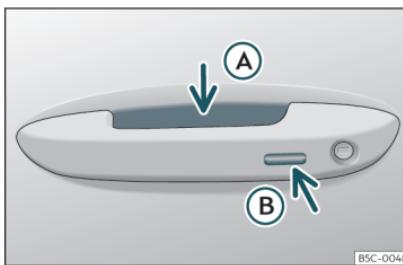

Fig. 81 Manecilla de la puerta: superficies sensoras
»» fig. 81
- Empuñe la manecilla de una de las puertas delanteras. Al hacerlo se toca la superficie sensora **»» fig. 81 A** (flecha) de la manecilla y se desbloquea el vehículo.
- Toque *una vez* la superficie sensora de bloqueo **»» fig. 81 B** (flecha) de la manecilla de una de las puertas delanteras. La puerta cuya manecilla se acciona deberá estar cerrada.
»» **fig. 81 ⑧** (flecha) de la manecilla de una de las puertas delanteras. El vehículo se bloquea con el sistema de seguridad "Safe"
»» **fig. 81 ⑧** (flecha) de la manecilla de una de las puertas delanteras para bloquear el vehículo sin activar el sistema de seguridad "Safe" »» pág. 109.
- Pulse el botón de cierre  del mando a distancia y toque una vez, dentro de los 5 segundos siguientes, la superficie sensora de bloqueo de la manecilla de la puerta del conductor »» **fig. 81 ⑧**. No agarre la manecilla de la puerta, de lo contrario el vehículo no se bloqueará. También es posible llevar a cabo la desactivación si se bloquea el vehículo a través de la cerradura de la puerta del conductor.
Para **cerrar con la función de confort** todas las ventanillas eléctricas y el techo de cristal, mantenga un dedo durante unos segundos sobre la superficie sensora de bloqueo **» fig. 81 B** (flecha) de la manecilla de la puerta hasta que se hayan cerrado las ventanillas y el techo.
perficie sensora **» fig. 81 B** (flecha) de una
- **O BIEN:** toque dos veces la superficie sensora situada en la parte exterior de la manecilla de la puerta >>> **fig. 81** .